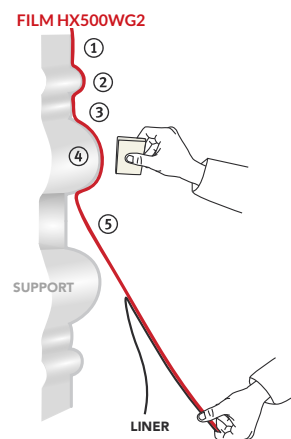

Figure 06
- › Retirer progressivement le liner en maintenant une tension vers le bas. (FIG. 06)
- › Commencer à appliquer le creux ① puis le relief ② et ensuite le creux ③.
- › Remonter sur l'ondulation suivante ④ puis continuer ⑤ jusqu'à la pose complète.